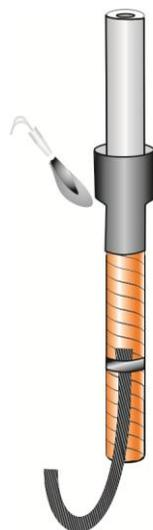

Рис.6
6.Надвинуть экранирующую манжету на жилу кабеля, так что бы манжета перекрывала пластину-регулятор и бандаж из ленты ПВХ (Рис.6). **ОПЕРАЦИЯ ВЫПОЛНЯЕТСЯ НА КАЖДОЙ ЖИЛЕ!**